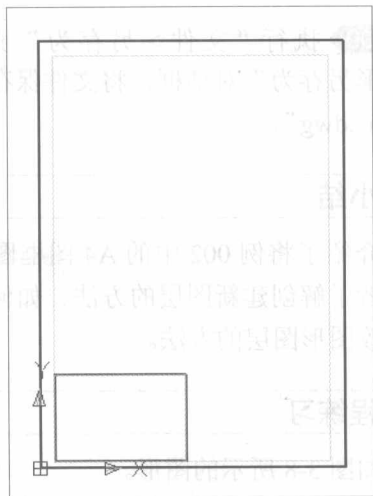

图 4-1 最终效果
本例最终效果如图 4-1 所示。
Step 03 利用直角坐标的绝对坐标方式绘制矩形, 矩形起点为 A4 图幅的内边框, 如图 4-1 所示。为了让读者能够清楚了解, 在这里利用“直线”命令绘制。绘制过程中命令行提示和具体操作内容如下:
Step 04 将“点画线”图层置为当前层。再次启动“直线”命令后, 利用直角相对坐标绘制矩形, 如图 4-1 所示。命令行提示及操作内容如下:
Step 05 将“剖面线”图层置为当前层。再次启动“直线”命令, 利用极坐标的绝对坐标形式绘制矩形, 如图 4-1 所示。命令行提示和操作内容如下: